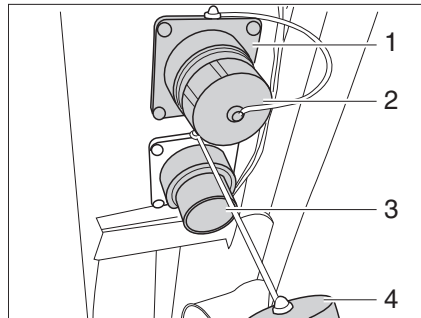

Fig. 219 Conexiones de salida de agua y de aguas residuales
- Desbloquear la caperuza (Fig. 219,2) de las conexiones de salida de agua (Fig. 219,1) girándola un cuarto de vuelta en sentido de las agujas del reloj y extraerla.
- Montar un tubo de desagüe apropiado en la conexión de salida de agua (Fig. 219,1) o colocar un recipiente colector apropiado debajo de la conexión de salida de agua.